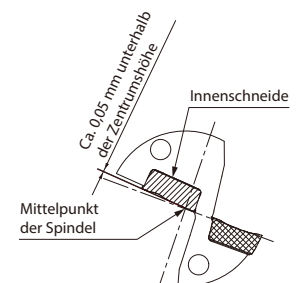

Abb. 5 Vorderansicht des Bohrers
2. Es wird empfohlen, die äußere Wendeschneidplatte zum Bediener zeigend einzusetzen (Siehe Abb. 5). (Abb. 5) Sie kann auch um 180° gedreht eingesetzt werden. Falls Sie mit 2 Revolvern arbeiten und Sie den tiefer gelegenen Revolver verwenden, muss der Bohrer auch mit der äußeren Wendeschneidplatte – zum Bediener zeigend – eingebaut werden. (Der Einbau um 180° gedreht ist auch möglich).
Beim Einbau der inneren Wendeschneidplatte wie in Abb. 5 gezeigt, wird sie etwa 0,05 mm unterhalb der Mitte der Spindel positioniert. (Abb. 9)